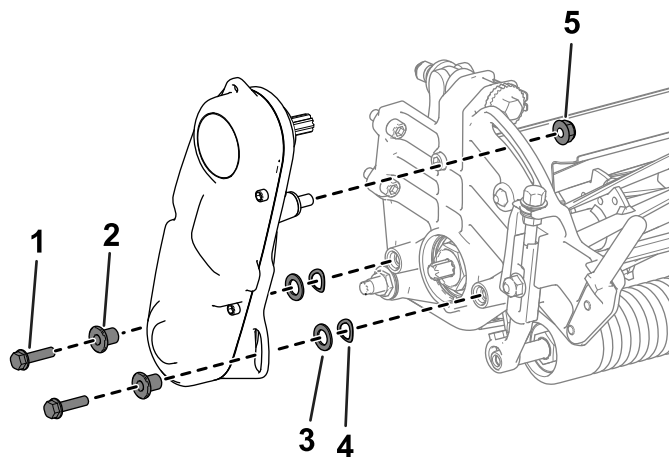

Figura 45
2. Rimuovete la bulloneria che fissa il gruppo trasmissione del cilindro alla piastra laterale (Figura 45).
3. Rimuovete il gruppo trasmissione del cilindro, le rondelle piatte, le rondelle elastiche e i distanziali dalla piastra laterale (Figura 45).